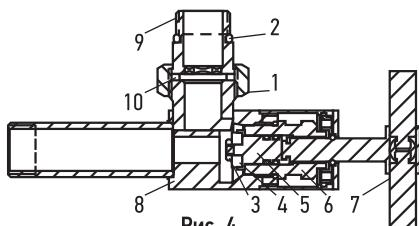

Рис. 4
В процессе эксплуатации изделия «Вентиль» позволяют производить необходимые регулировки для поддержания комфортной температуры в помещении. Данный эффект достигается за счет возможности изменения подачи теплоносителя в полотенцесушитель. Регулировка производится механическим способом посредством вращения маховиков (7) по и против часовой стрелки (рис. 4, 5, 6, 7, 8).
Схема вентилей представлена на рис. 4, 5, 6, 7, 8: